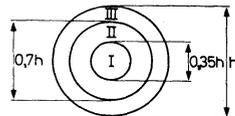

Fig. 2
- circulaire dans le cas des tubes pour radiologie, sa surface étant également divisée en 3 zones de qualité (Fig. 2).